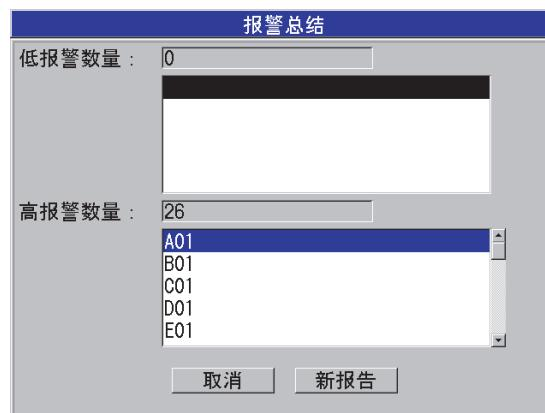

图 11-35 报警总结报告结果屏幕
- 出现**报警总结**屏幕的报告页面, 其中第一个低报警位置的ID码被加亮显示(参见第211页的图 11-35)。